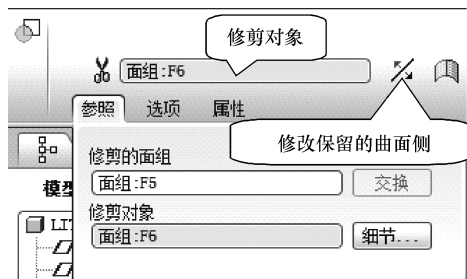
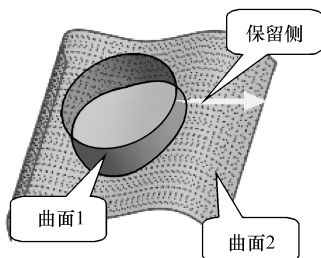

图 8-74 【修剪】操控板
图 8-75 修剪保留侧
(2) 在模型上选项曲面 2,使之呈红色加亮显示。
(3) 选择菜单栏中的【编辑】|【修剪】选项或者单击【编辑特征】工具栏中的【修剪】按钮,弹出【修剪】操控板,如图 8-74 所示。
(4) 此时对话框中的【修剪对象】收集器处于淡绿色激活状态。
(5) 在模型上选择曲面 1 作为修剪对象。
(6) 在图形区看到保留的曲面侧以黄色箭头指示，并且保留的曲面以网格加亮模式显示，如图 8-75 所示。可以通过单击黄色箭头或者单击对话框中的【修改保留的曲面侧】按钮修改保留侧。